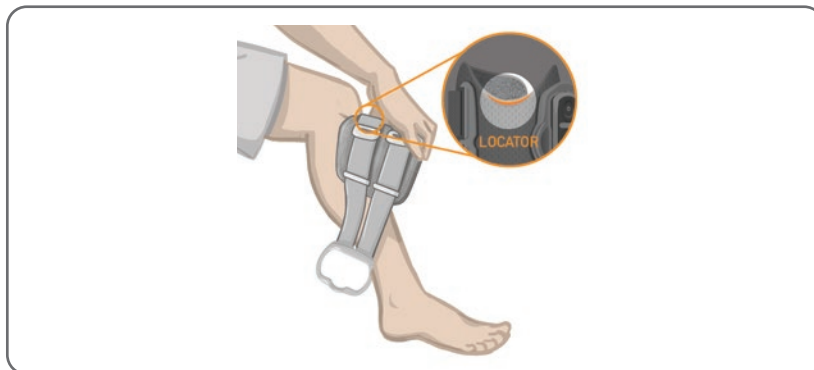
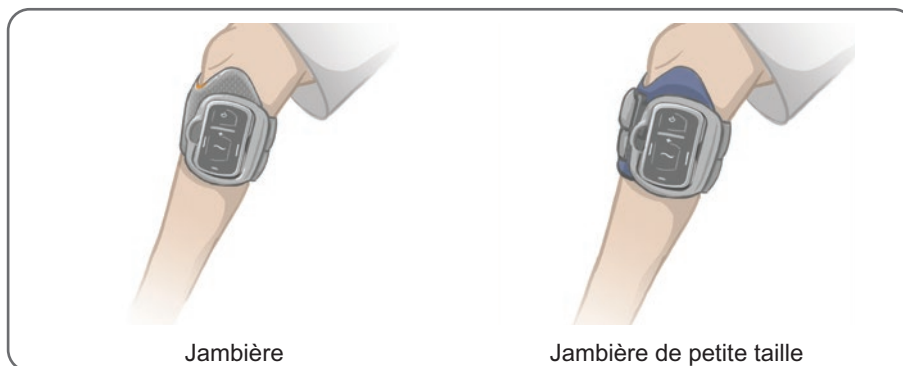

Figure 6-12 : Positionnement de la jambièrè sur la jambe
Figure 6-14 : Jambière attachée sur la jambe
2. Vérifiez que les électrodes sont solidement fixées. Saisissez ensuite l'avant de la jambièrè par le support et écartez le bas de la jambièrè de votre jambe. Faites glisser le localisateur vers le haut de la jambe jusqu'à ce qu'il soit bien ajusté sous la rotule, sans inconfort. Reportez-vous à la figure 6-12.
- Assurez-vous que la jambièrre est correctement positionnée. Reportez-vous à la figure 6-14. Repositionnez la jambièrre si nécessaire. Réglez les attaches Velcro® pour assurer un bon ajustement. Reportez-vous à la figure 6-12.